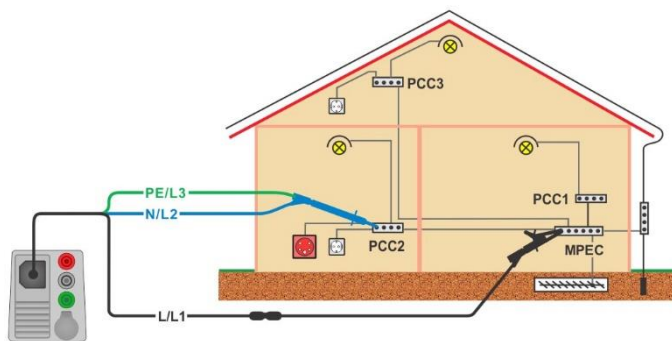

Abbildung 7.23: Anschluss des 3-Leiter Prüfadapters plus des optionalen Verlängerungskabels
- › Schließen Sie die Prüfleitungen an, siehe **Abbildung 7.23**.